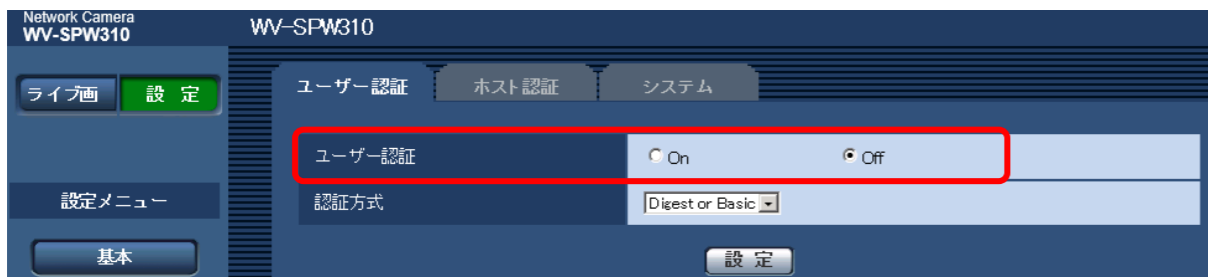

図4 ユーザー認証の設定
- (1) ユーザー管理メニュー内のユーザー認証を「ON」にしないでください。(図4)